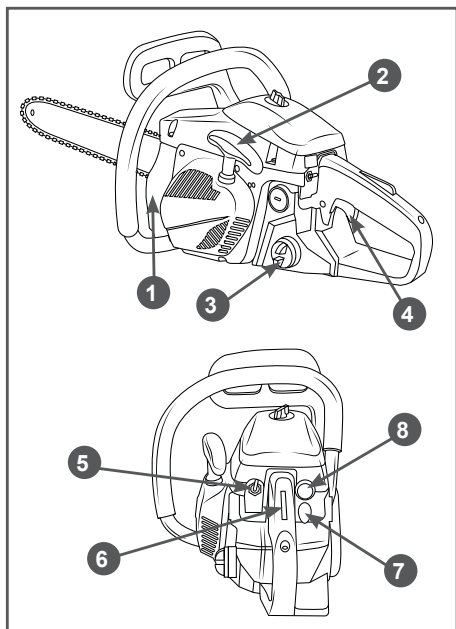

Рис. 11 Органы управления, необходимые для запуска бензопилы
5. Прокачайте топливо через карбюратор. Для этого нажимайте (примерно 5-10 раз) на ручной топливный насос 8 (Рис. 11) до появления в насосе топлива и возникновения сопротивления при нажатии.
6. Установите выключатель зажигания 5 (Рис. 11) в положение «I».
7. Закройте воздушную заслонку карбюратора. Для этого вытяните рычаг 7 (Рис. 11) управления воздушной заслонкой.
9. Выберите свободный ход шнура стартера. Для этого потяните за ручку стартера 2 (Рис. 11) до тех пор, пока не почувствуете сопротивление, затем сильно, но плавно потяните за ручку. Повторите эти действия 3-5 раз до первой вспышки топлива в двигателе. Двигатель не запускается, а сразу глохнет. Плавно, не бросая, верните ручку стартера на место.
10. После первой вспышки откройте воздушную заслонку, для этого нажмите на рычаг 7 (Рис. 11) управления воздушной заслонкой и верните его в исходное положение.
Двигатель должен запуститься. Плавно, не бросая, верните ручку стартера на место. Правой рукой возьмите бензопилу за заднюю рукоятку, так, чтобы рычаг блокировки рычага газа 6 (Рис. 11) был зажат.
- 13.правой рукой быстро нажмите рычаг газа 4 и отпустите (Рис. 11), при этом двигатель перейдет в режим холостого хода.